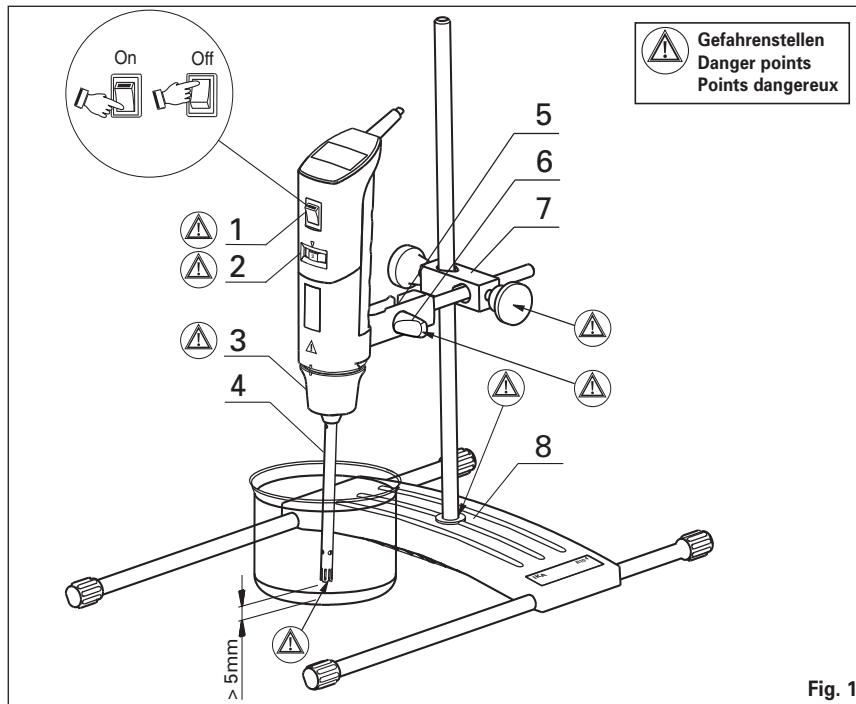
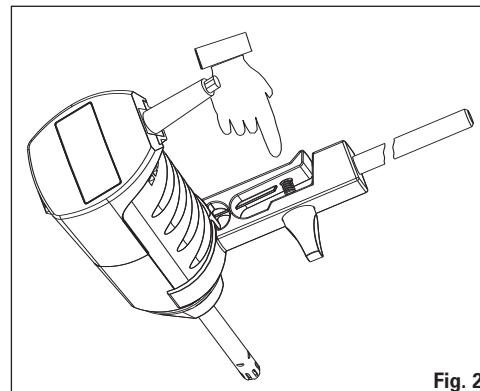

Fig. 1
Fig. 2
Betreiben Sie das Gerät niemals mit frei rotierendem Dispergierwerkzeug. Achten Sie darauf, dass Körperteile, Haare oder Kleidungsstücke nicht von rotierenden Teilen erfasst werden können. Achten Sie vor dem Einschalten des Dispergiergerätes darauf, dass der Dispergierschaft ausreichend tief in das Medium eintaucht, um ein mögliches Spritzen des Mediums zu vermeiden (siehe Betriebsanleitung Dispergierwerkzeug). Beachten Sie jedoch, dass ein Mindestabstand des Dispergierwerkzeuges zum Boden des Rührgefäßes einzuhalten ist (Fig. 1).
Übersicht (Fig. 1 und Fig. 2)
- Klemme (5) wie in Fig. 1 dargestellt über das Dispergiergerät schieben, bis es in der dafür vorgesehenen Stellung hörbar einrastet.
- Anziehen des Drehgriffes (6) von Hand bis zum Anschlag.
- Anschrauben der Klemme (5) (Fig. 1) mittels Kreuzmuffe am Stativ.